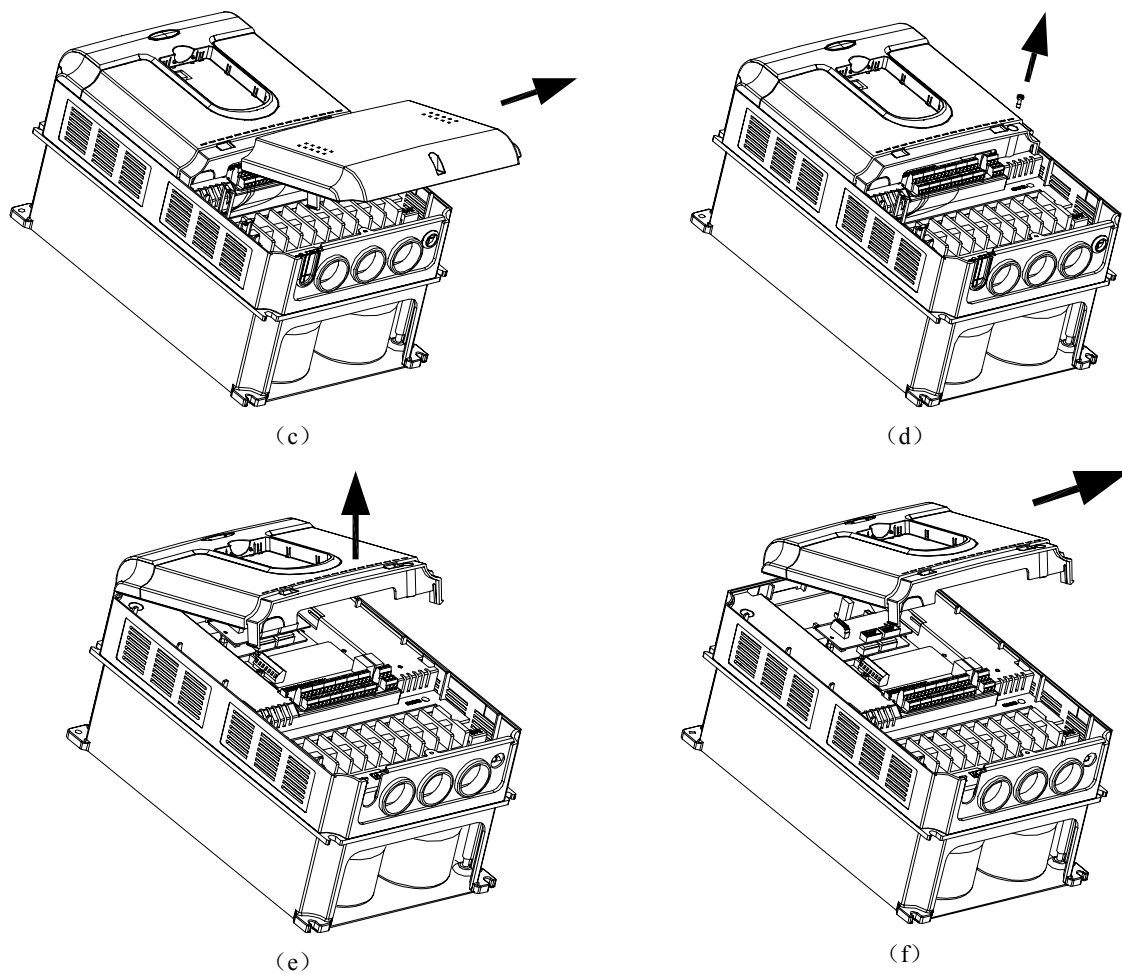

图3-5 塑胶盖板的拆卸和安装示意图
EV6000 系列通用变频器由两块塑胶盖板拼装在一起，请对照机型，参照图 3-5，按下列步骤安装和拆卸。在进行盖板的拆卸和安装前，请取下操作面板。
- 1) 卸下底部盖板下方处螺钉，如图 3-5 (a) 所示；
- 2) 揭开底部盖板，如图 3-5 (b) 所示；
- 3) 取下底部盖板，如图 3-5 (c) 所示；
- 4) 卸下顶部盖板下方处螺钉，如图 3-5 (d) 所示；
- 5) 揭开顶部盖板，如图 3-5 (e) 所示；
- 6) 取下顶部盖板，如图 3-5 (f) 所示